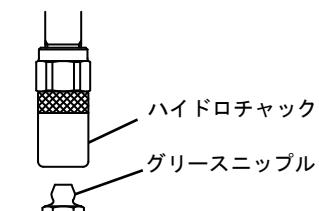

Fig. 4
1) 給脂するグリースニップルをきれいに拭いてから、グリースガンのハイドロチャックを可能な限り垂直になるようにグリースニップルに押し当ててください。ハイドロチャックの爪がグリースニップルの頭部に噛み付きます。(Fig. 4)